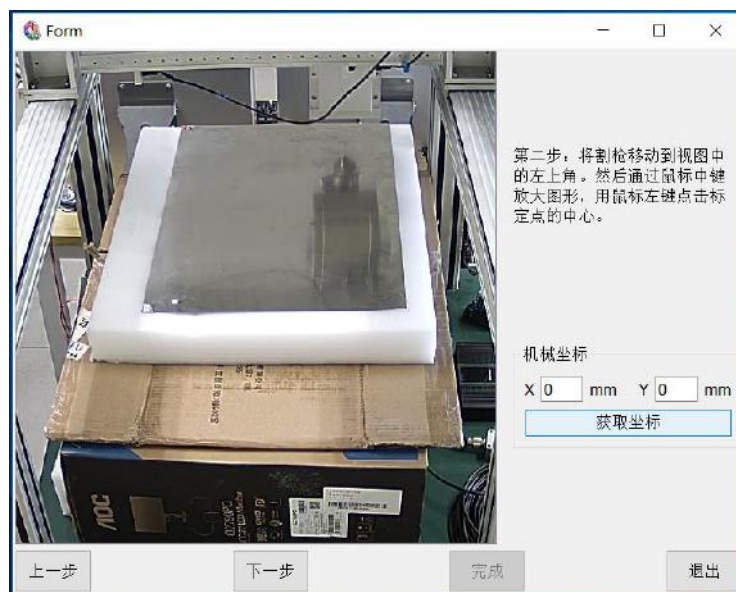

图 13.3 获取第一个坐标点
- 点击“下一步”，开始相机标定，操作机床将割枪移动到视图中的左上角，然后通过鼠标中键放大图像，用鼠标左键点击标定点的中心之后，在点击界面“获取坐标”按钮，机械坐标 X, Y 坐标是 CNC 割枪对应的坐标点，第一个标定完成标定，如图 13.3 所示：